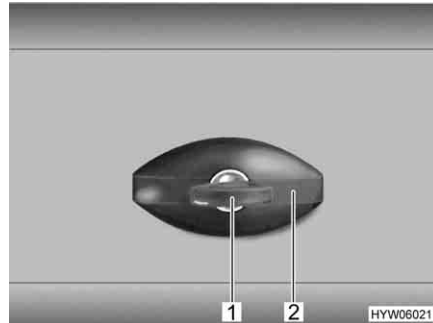

Fig. 63 Serratura dello sportello, ellittico, chiuso
- Inserire la chiave nel cilindro della serratura (Fig. 63,1) e ruotare in senso antiorario di un quarto di giro. La maniglia della serratura (Fig. 63,2) scatta all'infuori.